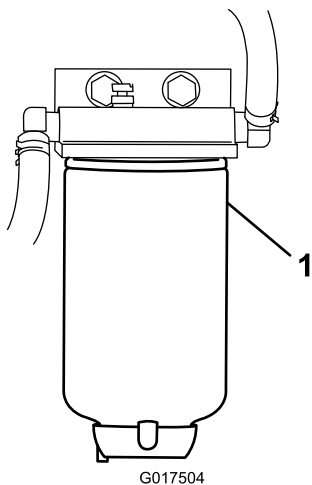

Рисунок 38
3. Отверните топливный фильтр с кронштейна (Рисунок 38).